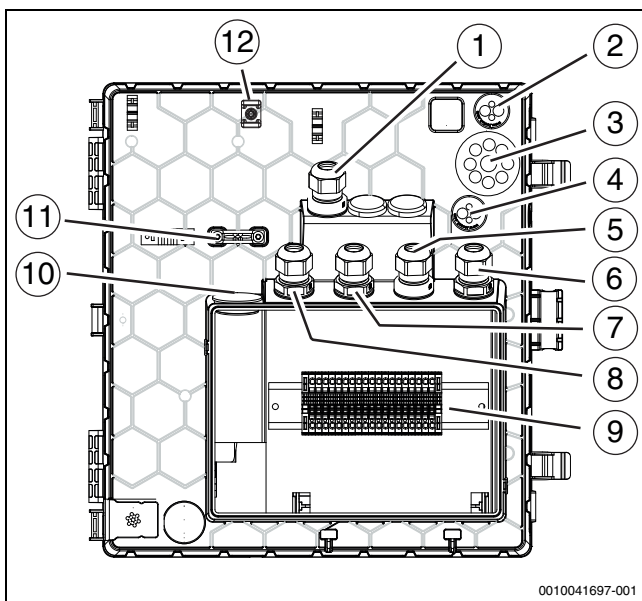

Bild 27 Kabeldurchführungen zum Klemmenkasten
3. Kabel in den Klemmenkasten führen (→Abbildung 27).
Bei Kabeldurchführungen (→Abbildung 27 [2], [3], [4], [10]) genügt ein kleiner Einstich in die Membran, dann können die Leitungen durchgeschoben werden.
- ▶ Nach dem Einführen der Kabel die Kabelverschraubungen festziehen (→Abbildung 27 [1], [5], [6], [7], [8]).
- ▶ Die festgelegten Befestigungspunkte [12] für die Befestigung der durch die Einführungen geführten Kabel verwenden (→Abbildung 27 [2], [3], [4]).